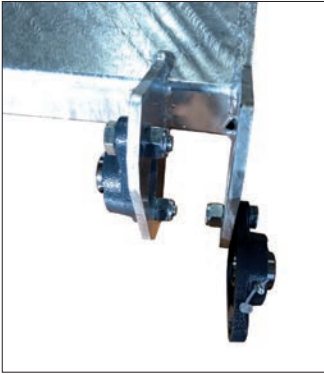

Fig. 1
- SUPPORT BRACKET, WHICH MUST BE FASTENED TO THE WALL SO THAT THE BRUSH CAN BE HOOKED TO IT (Fig. 1,2,3,4)